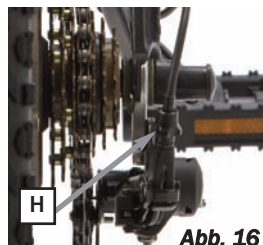

Abb. 16
Meist reicht es bereits aus, die Zugspannung leicht nachzustellen. Hierzu die Stellschraube **H** (Abb. 16) etwas anziehen. Sollte die Nachjustierung zu stark gewesen sein, die Schraube einfach wieder ein wenig in die entgegengesetzte Richtung drehen.
3. Jetzt den Schaltzug straffen und mit der Stellschraube **H** (siehe Abb. 16) fixieren.